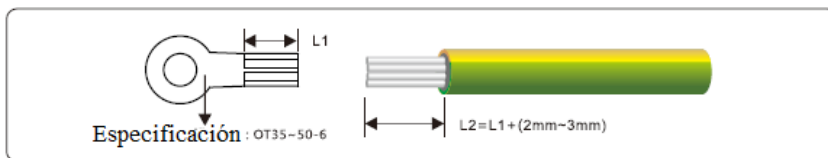

Imagen 5.1 Longitud de la parte crimpada del cable (unidad: mm)
Paso 1 Quite una parte de la cubierta aislante del cable de tierra utilizando una crimpadora. Debería ser un poco más larga que la conexión de la terminal OT, unos 2 ó 3 mm, tal y como se muestra en la imagen 5.1.